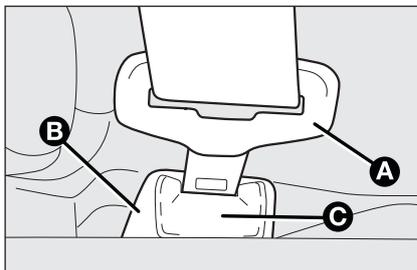

fig. 1
Per allacciare le cinture, impugnare la linguetta di aggancio **A**-fig. 1 ed inserirla nella sede della fibbia **B**, fino a percepire lo scatto di blocco.
**Non premere il pulsante C-fig. 1 durante la marcia.**